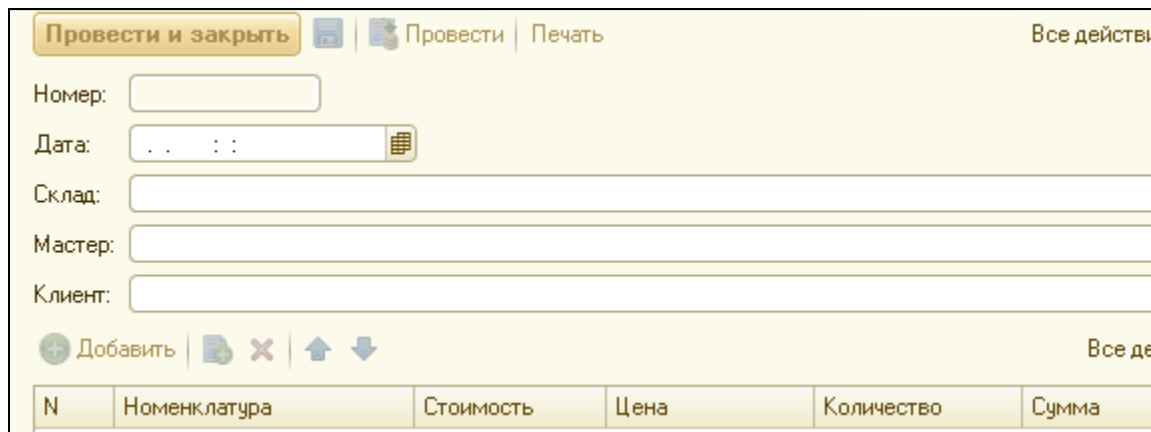

Рисунок 3.30 Форма документа с реквизитом Стоимость
4. На форме документа появляется реквизит **ПереченьНоменклатурыСтоимость**, сразу после реквизита **ПереченьНоменклатурыНоменклатура** (рис.3.30).